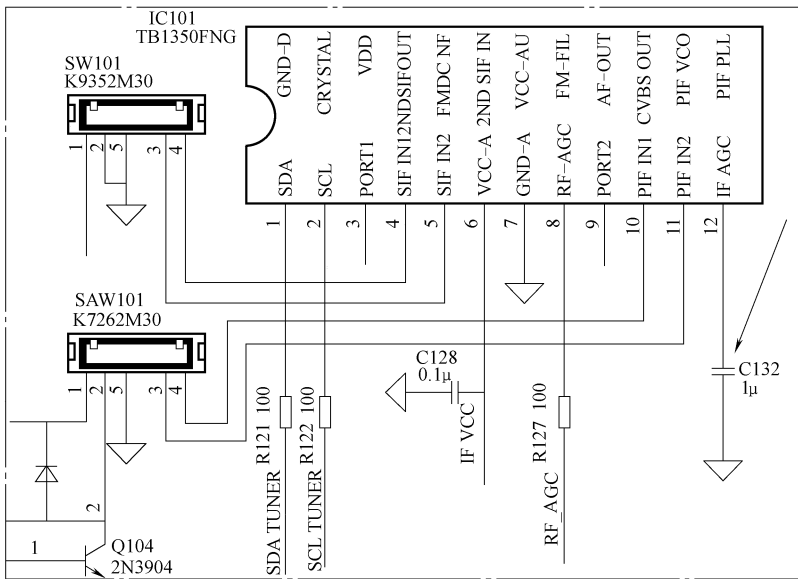

图 5-41 电容 C132 相关电路截图
- 2) 电容 C132 相关电路截图如图 5-41 所示。